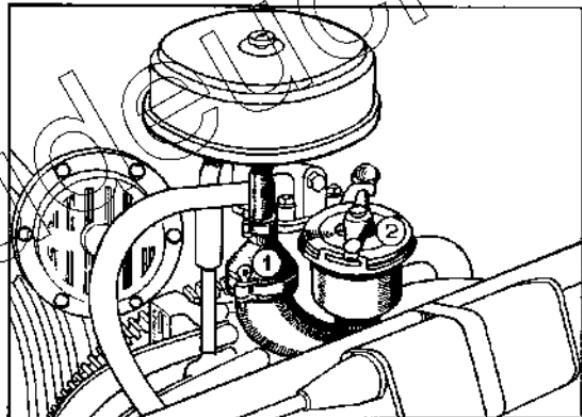

Fig. 18. — RENIFLARD D'HUILE (1) (clapet à l'intérieur)
b) faites vérifier le clapet du reniflard (fig. 18, page 27) par un Agent Citroën.